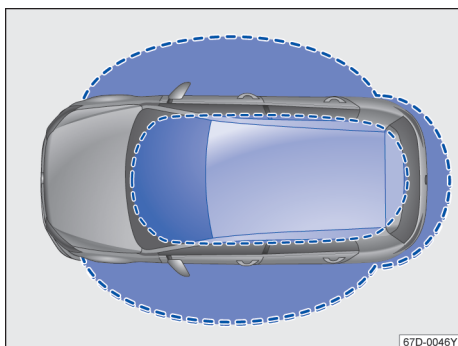
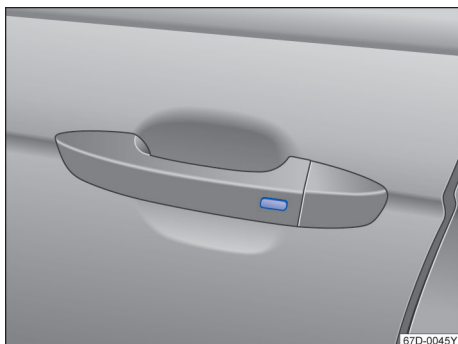

图 46 无钥匙进入闭锁/启动系统：工作范围
图 47 无钥匙系统 Kessy：车门拉手上的按钮
Kessy 是一种无钥匙系统，它可以在不操作遥控钥匙的情况下解锁或锁止汽车。操作者只需随身携带一把有效遥控钥匙，并处于车门或行李厢盖的有效感应区域内→图 46，同时按压车门拉手上的按钮→图 47 或按压行李厢盖上的按钮即可实现。
如果有一把有效遥控钥匙在有效感应区域内→图 46，则无钥匙系统 Kessy 会将访问权限授予该钥匙。紧接着可以在不主动操作遥控钥匙的情况下执行以下功能：
- 按压驾驶员或副驾驶车门拉手上的按钮 → 图 47 一次。
- 按压车门拉手上的按钮 → 图 47 一次，汽车锁止。
如果在行李厢盖的有效感应区域→图 46 有一把有效的遥控钥匙，行李厢盖在通过把手按钮打开时会自动解锁。